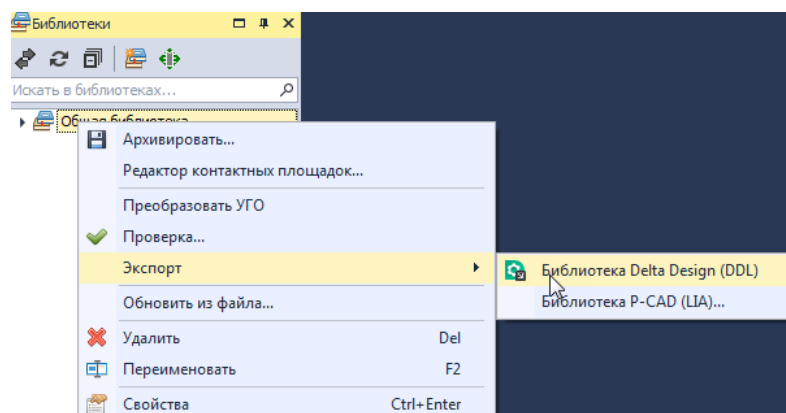

Рис. 31 Выбор формата экспортируемых данных
2. Выбрать формат экспорта с помощью выпадающего списка «Экспорт» в контекстном меню, см. Рис. 31.